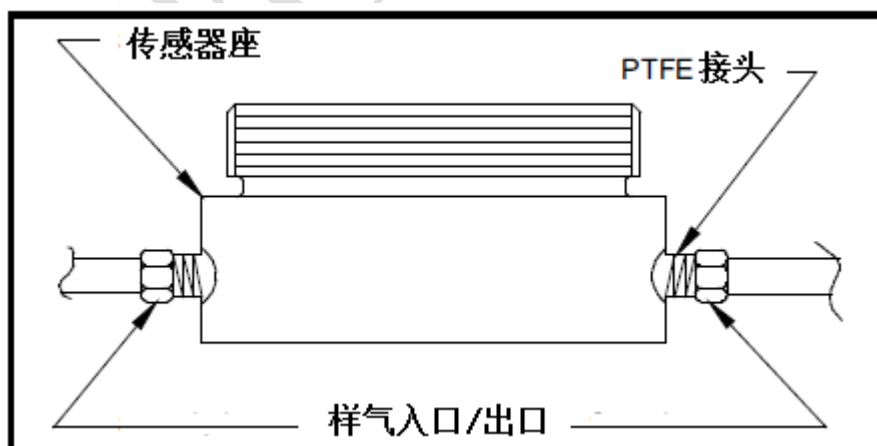

图 4 传感器座的安装
3. 使用四氟胶带缠绕在 1/8”NPT 接头上，与传感器底座相连接，两个端口中的任何一个都可作为样气的进口或者出口（见图 4）。